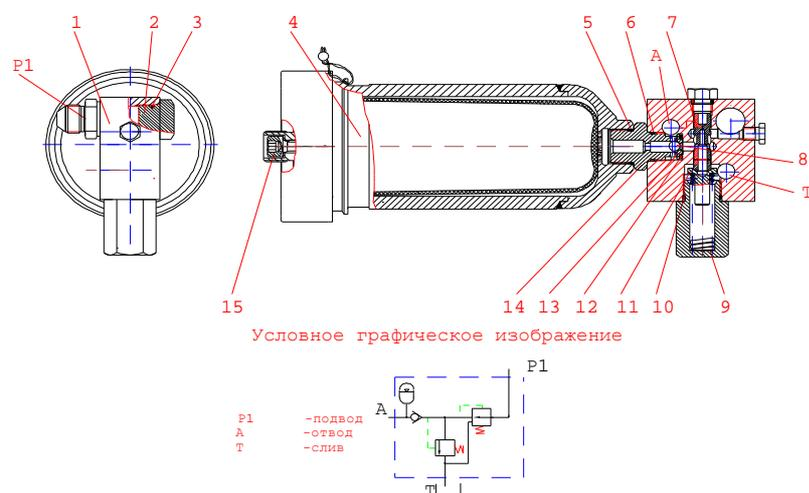

Рис. 46 Пневмогидроаккумулятор
11. ПНЕВМОГИДРОАККУМУЛЯТОР (рис. 46).